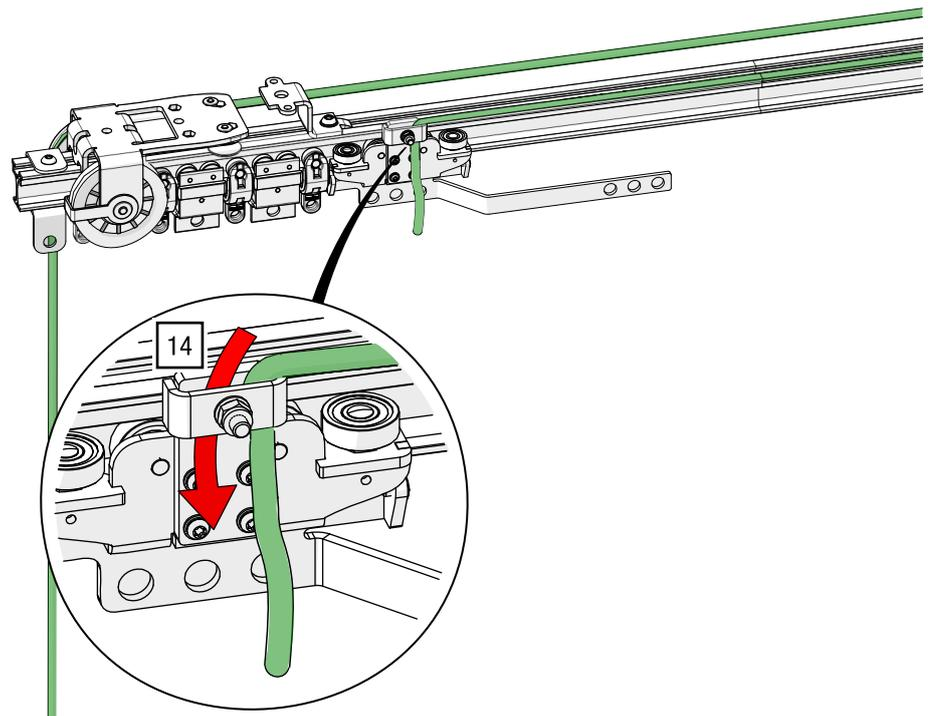

Abb. 82: Seitliche Seilführung – Seilende durch die Umlenkrolle in den Zugwagen führen (Ansicht gedreht)
14. Führen Sie das Seilende durch die Seilführung und in die Seilführung des Zugwagens auf der Seite der Ableitrolle (siehe Abb. 82).